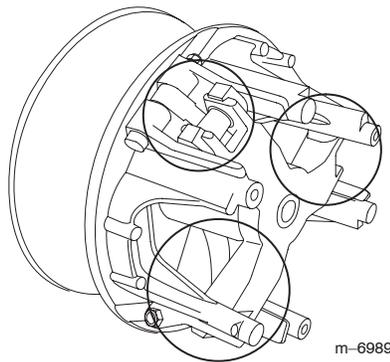

Figura 53
6. Lubrique las piezas en movimiento en las zonas indicadas en la Figura 53 usando Spray Lubricante Seco de Toro, disponible a través de su Distribuidor Autorizado Toro.